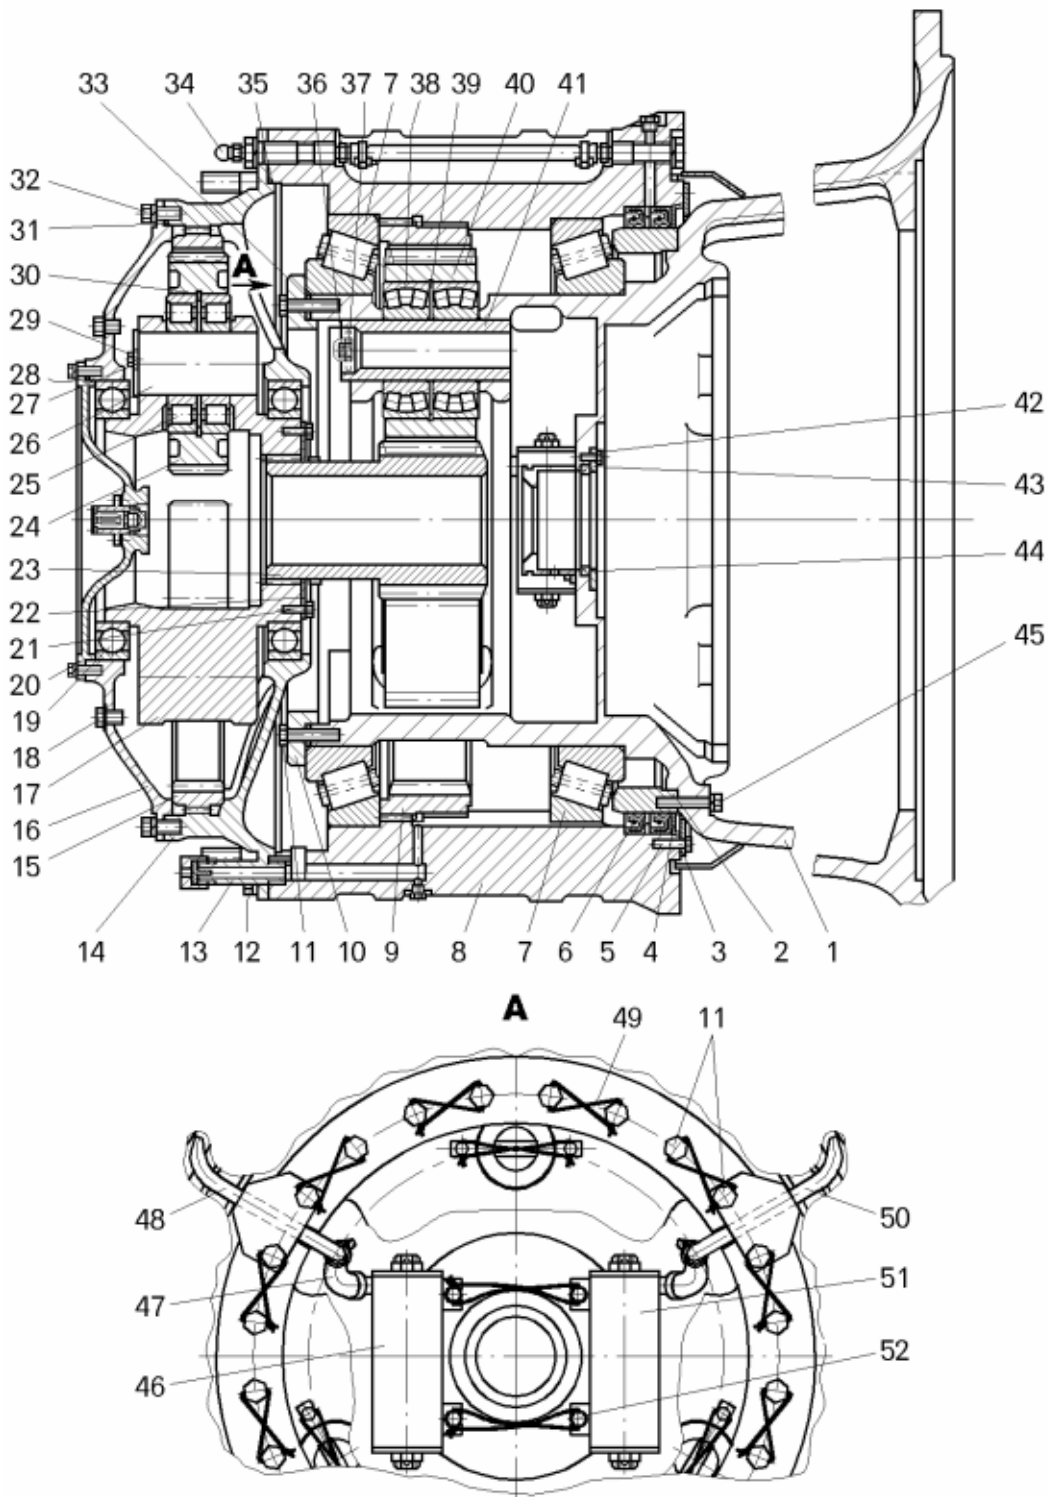
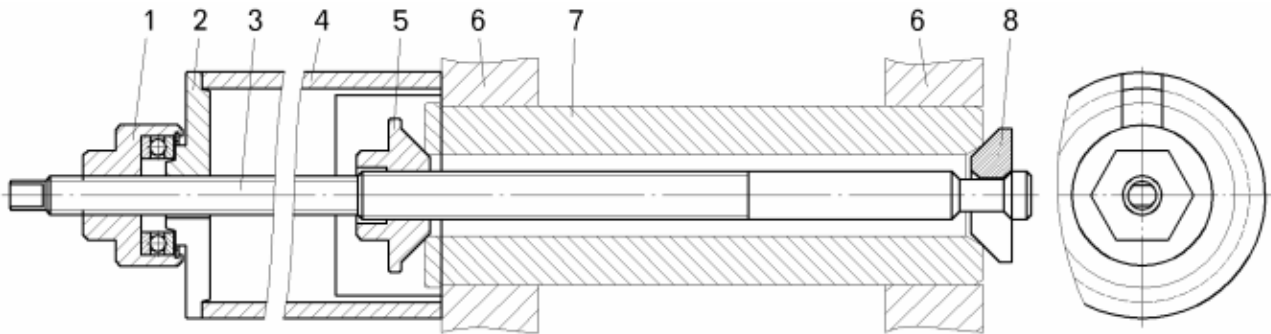
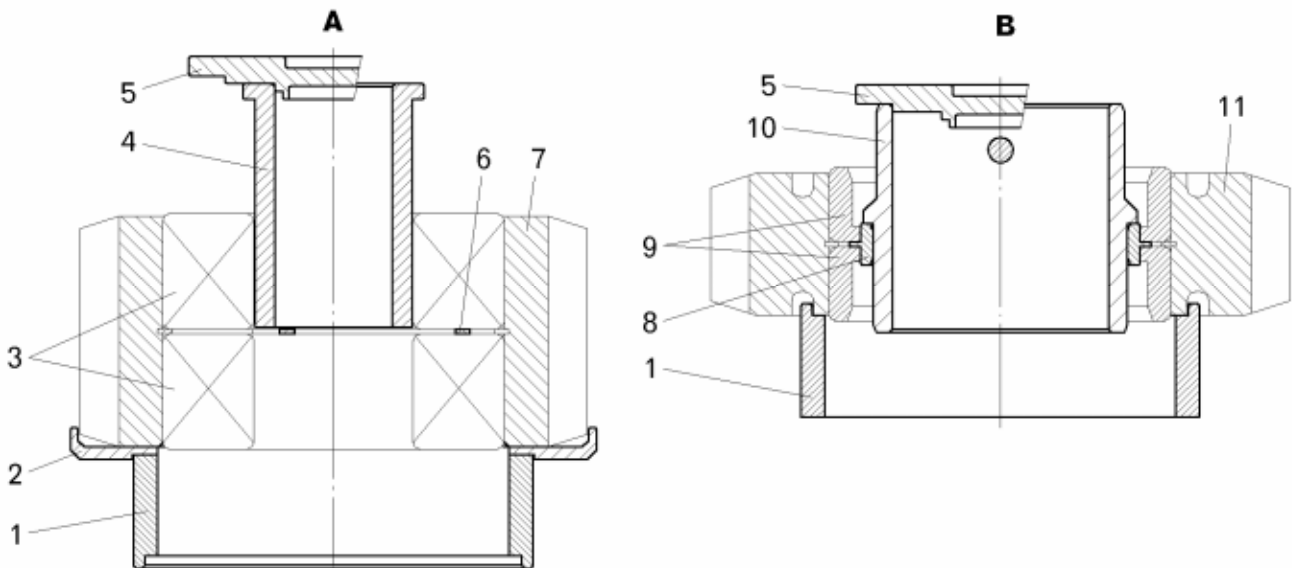

Рисунок 7.4 – Редуктор мотор-колеса:
Рисунок 7.7 – Универсальное приспособление демонтажа осей сателлитов РМК:
Рисунок 7.8 – Приспособление для демонтажа подшипников из сателлитов:
- отвернуть болты 42 (рисунок 7.4), извлечь кольцо 43, выпрессовать манжету 44;
- снять уплотнительное кольцо 35 (смотри рисунок 7.4) с ведущей крышки;
- разобрать водило, расшплинтовав и вывернув болты крепления 29 (смотри рисунок 7.4) стопорных пластин 27 осей сателлитов и сняв пластины, выпрессовав оси 26 и сняв сателлиты 24.
Демонтаж осей производить при помощи приспособления (рисунок 7.7). Винт 3 с гайкой 1, установочной гайкой 5 установить в отверстие демонтируемой оси и зафиксировать сухарем 8 с обратной стороны. Гайку 5 зажать до упора. Установить стакан 4 на опорную поверхность, а опорный фланец 2 между гайкой 1 и стаканом 4. Вращая гайку 1 демонтировать ось из корпуса;
– извлечь внутренние кольца подшипников 25 (смотри рисунок 7.4) и дистанционное кольцо из сателлитов 24, выпрессовать наружные кольца приспособлением (рисунок 7.8, вид В). Для этого установить сателлит 11 на втулку опоры 1, установить два сектора 8 между кольцами 9 подшипников, установить сердечник 10 и пята нажимную 5 и выпрессовать наружное кольцо;
- извлечь из сателлита стопорное кольцо 30 (смотри рисунок 7.4);
- расстопорить и вывернуть болты 36 (смотри рисунок 7.4) крепления стопорных пластин осей сателлитов второго ряда, снять стопорные пластины 37 и выпрессовать оси сателлитов 41 приспособлением (рисунок 7.7);
- извлечь сателлиты 40 (смотри рисунок 7.4), выпрессовать из них подшипники 38 приспособлением (рисунок 7.8, вид А), извлечь дистанционное кольцо и стопорное кольцо 39;
- корпус редуктора 1 электромотор-колеса (смотри рисунок 7.4) установить на горизонтальную площадку фланцем для крепления и застопорить от вращения;
- установить сателлиты в корпус редуктора 1 (смотри рисунок 7.4), запрессовать оси сателлитов 41, предварительно смазав консистентной смазкой сопрягаемые отверстия корпуса и подшипников, установить стопорные пластины 37 осей сателлитов и закрепить их к корпусу болтами 36, застопорив болты 3 (рисунок 7.13) шплинт-проволокой 2.
– в ступицу колеса 8 (смотри рисунок 7.4) запрессовать наружное кольцо внутреннего подшипника 7, манжеты 6, предварительно смазав консистентной смазкой сопрягаемые поверхности ступицы.